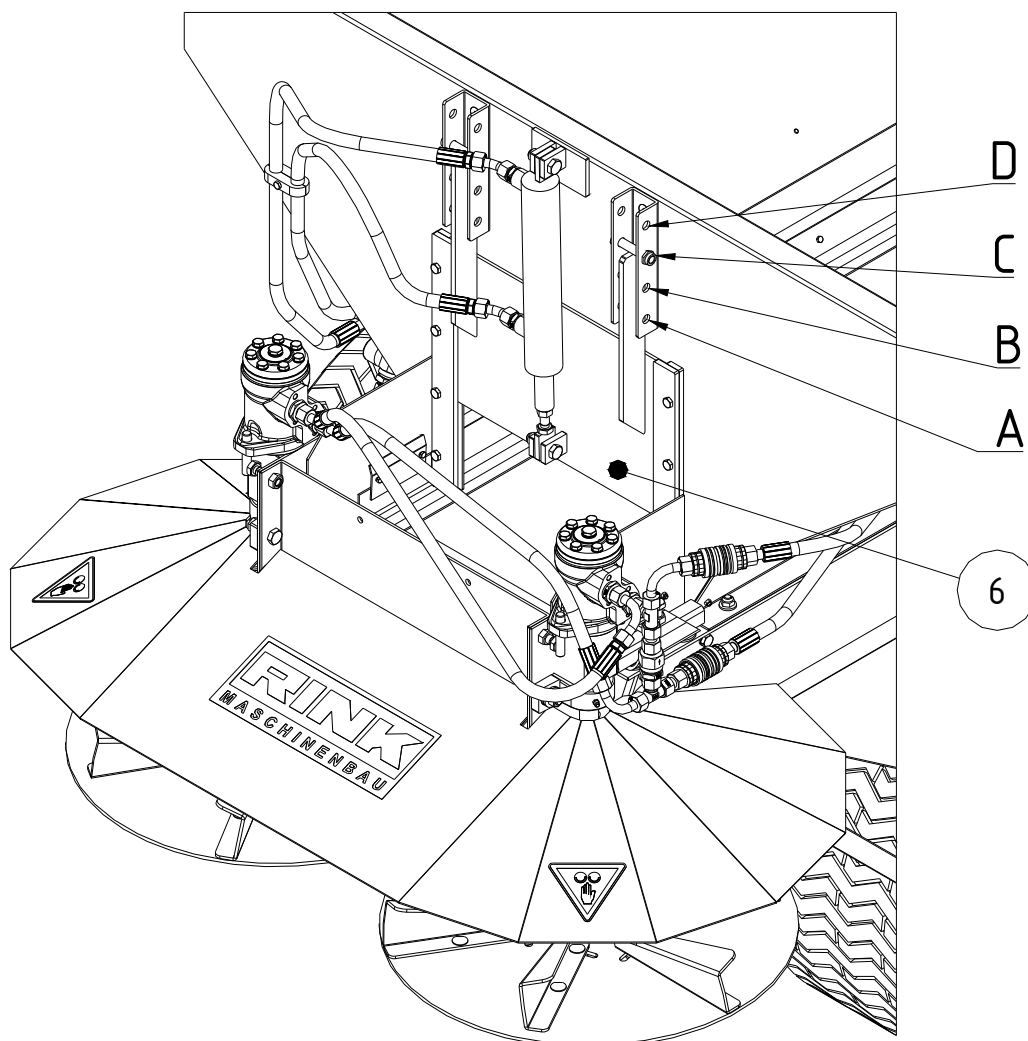
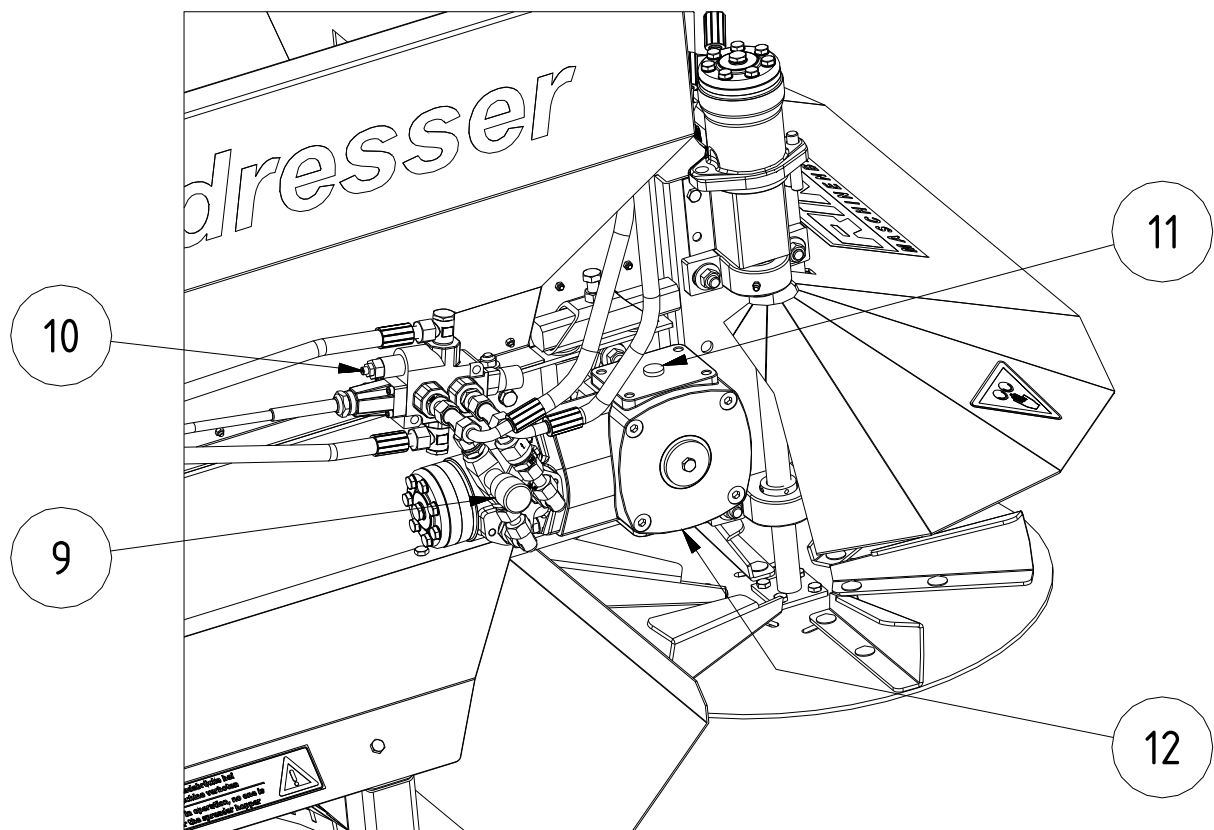

Abb. 2: Bedienungselemente
Abb. 6: Transportgetriebe
- (1) Regler zur Geschwindigkeitseinstellung des Transportbandes
- (2) Regler zur Geschwindigkeitseinstellung der Streuteller
- (3) Rücklaufleitung
- (4) Druckleitung
- (5) Ventilbetätigung für Transportband und Schieber
- (6) Schieber (siehe Seite 10 – Abb. 2)
- Einstellen der Öffnung A-D des automatischen Schiebers (6) (siehe Seite 10 - Abb.2)
- Überdruckventil (10) kann am Innensechskant genau eingestellt werden (Abb. 6).
- Drosselventil (9) (Abb. 6) zur Regulierung des Schiebers (6) (s. Seite 10 – Abb. 2). Einstellungen nur im leeren Zustand der Maschine vornehmen. Drosselventil nur so weit drehen bis sich der Schieber öffnet.